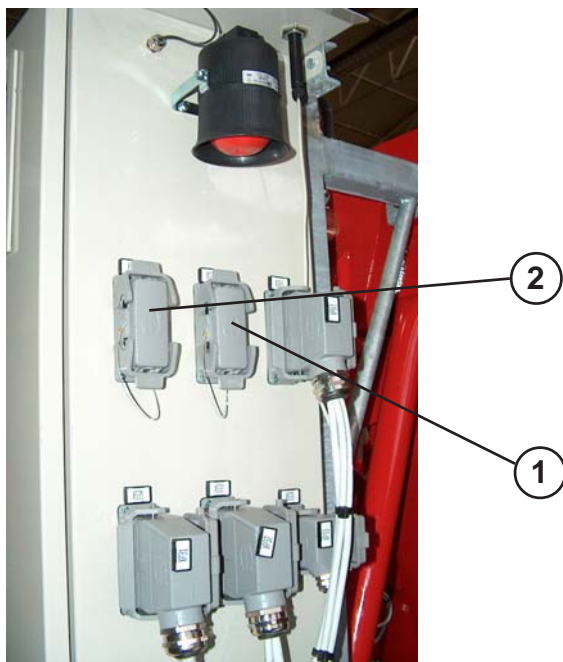
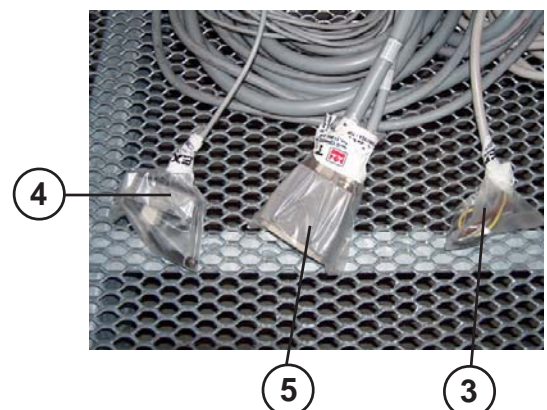

Abb. 1.3.2
Abb. 1.3.3
- b) den Stecker XC20 (4) (Abb. 1.3.3) an die Steckdose XC20 (1) (Abb. 1.3.2) anschließen;
- d) den Stecker XP80 (5) (Abb. 1.3.3) in die Steckdose XS80 (2) (Abb. 1.3.2) stecken, wodurch die optionale Feststeuerung in der Kabine aktiviert wird (siehe Kapitel 6A „Standard- und Optionalsteuerungen“ des Bedienerhandbuchs des Krans).